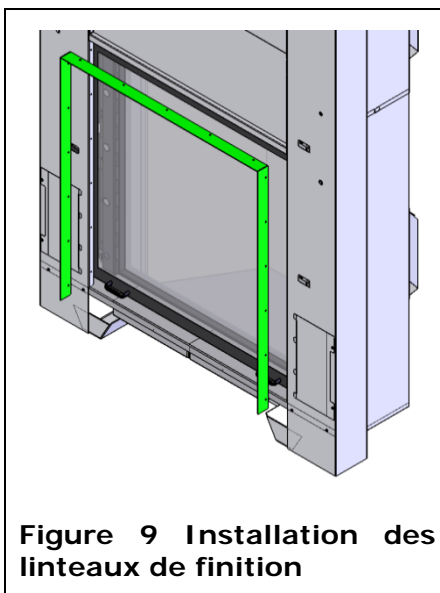

Figure 9 Installation des linteaux de finition
Des linteaux sont fournis avec le foyer pour facilement finir la bordure de l'ouverture avant. Utilisez les rivets fournis (L) pour fixer les linteaux au foyer tel que montré dans la Figure 9.